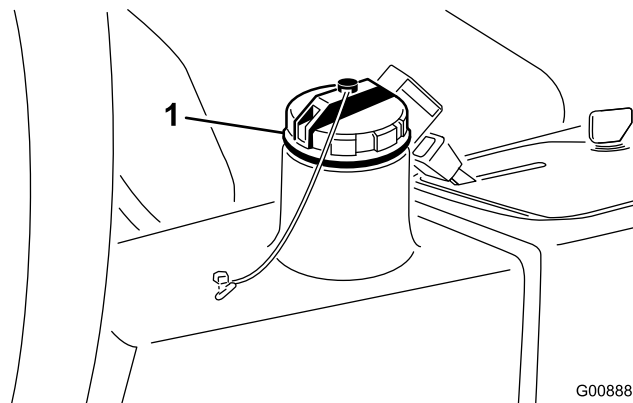

Figura 77
4. Encha o reservatório (Figura 77) com aproximadamente 13,2 l de fluido hidráulico; consulte Verificar o sistema hidráulico (página 31).